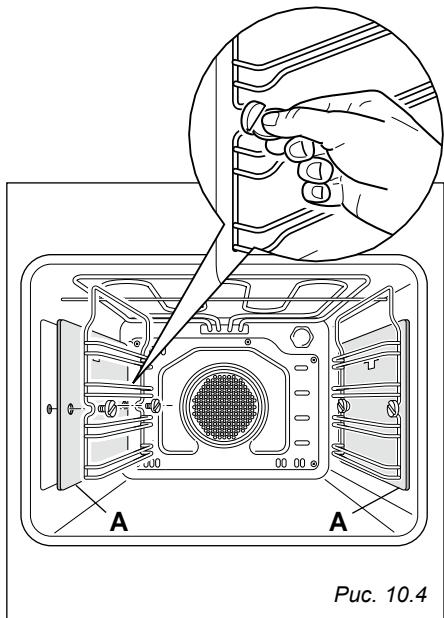

Рис. 10.4
- Установите проволочные решетки-держатели на стенках духового шкафа с помощью 2 винтов (Рис. 10.4).
- В случае оснащения моделей каталитическими панелями вставьте данные панели «А» стрелочкой вверх (Рис. 10.4).
- Отвинтите крепежные винты, выдвиньте решетки-держатели и каталитические прокладки (при наличии) на стенке духового шкафа, как показано на Рис. 10.4.